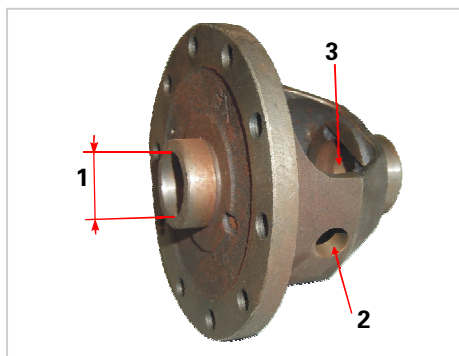

图4-56 差速器壳体检查部位
3. 检查差速器壳和止推垫片的磨损或损坏（图4-56和表4-16）